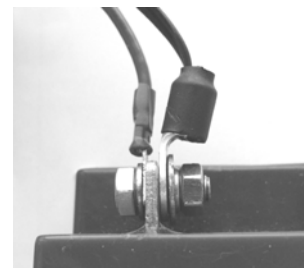

Рисунок 1
2.2.6.2 Подключить батареи к клеммам, соблюдая полярность (провод красного цвета подключается к положительному выводу батареи, провод синего цвета подключается к отрицательному выводу батареи). Термодатчик с О-образной клеммой, подключить к выводу батареи, расположенному ближе к центру корпуса РИП (см. рис.1) (клемма термодатчика изолирована от электрических цепей РИП).